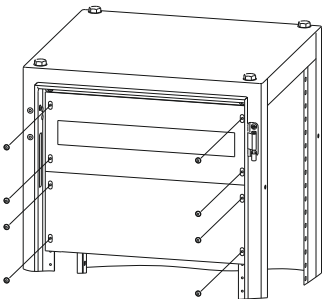

Рисунок 29
19.1 Приложите Панель (панели) к вертикальным уголкам Рамы под панели ЛГ/ЛМА на нужной высоте и закрепите четырьмя винтами М6х8 (рисунок 29). Используя панели различных высот можно произвести закрытие всего проёма корпуса.